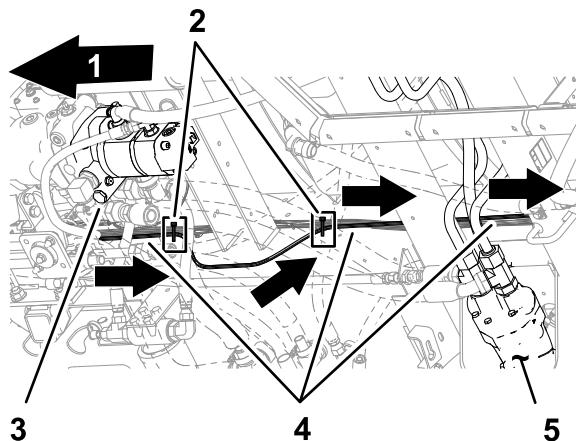

Figura 42
4. Prenda a cablagem do kit à cablagem traseira da máquina com duas braçadeiras de cabos como se mostra na Figura 42.
3. Continue a encaminhar as secções da cablagem e secção para trás ao longo da cablagem traseira da máquina como se mostra na Figura 42.